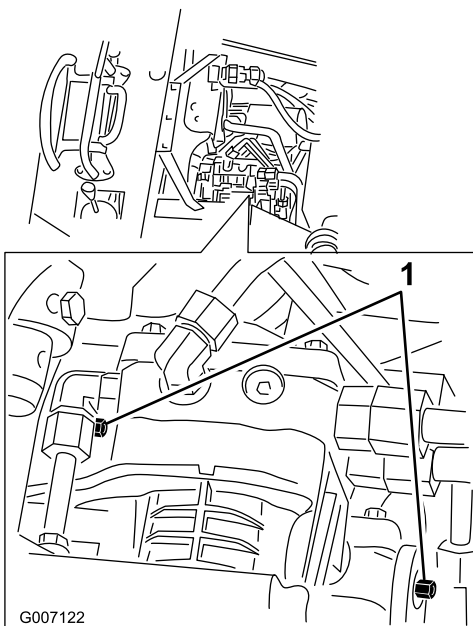

Figure 28
3. A l'aide d'une clé, donnez deux tours dans le sens anti-horaire aux vannes de remorquage situées sur les pompes hydrauliques (Figure 28).